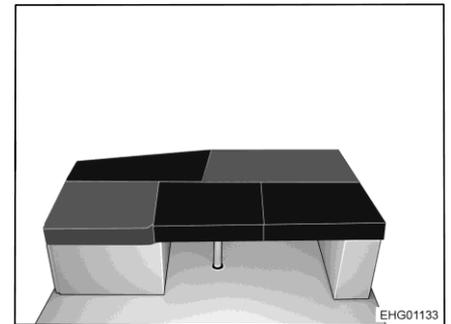

Fig. 169 Dopo la trasformazione
- Collocare i tre cuscini aggiuntivi come illustrato in Fig. 169.